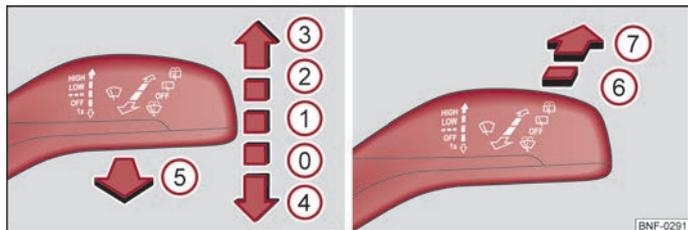

Fig. 29 Comando del tergi-cristallo / tergilunotto
Le posizioni della leva tergi-cristallo ⇒ fig. 29 sono:
- Premere la leva in posizione ⑥ ⇒ fig. 29, il tergilunotto si attiva ogni 6 secondi.
- Portare la leva tergicristallo in posizione ④ ⇒ fig. 29, i bracci delle spazzole si portano in posizione Service.
- Inserire l'accensione e premere la leva tergicristallo in posizione ④ ⇒ fig. 29, i bracci delle spazzole si portano in posizione base.